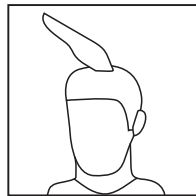

Figura 8
1. Usando os pentes de 9 mm ou 12 mm, cortar os cabelos do alto da cabeça de trás para frente na direção contrária ao crescimento dos cabelos (Figura 8).
3. Para cabelos mais longos no alto da cabeça, usar o pente fornecido com o cortador e levantar os cabelos no alto da cabeça. Cortar por cima do pente com os cabelos levantados ou segurar os cabelos entre os dedos para levantá-los e cortá-los no comprimento desejado (Figura 8 e 9).